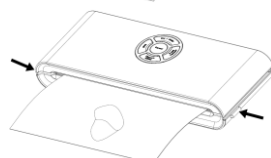

Рис. 4
7. Вакуумирование и запаивание завершено. Одновременно нажмите кнопки подъема крышки и извлеките пакет. — Рис. 4